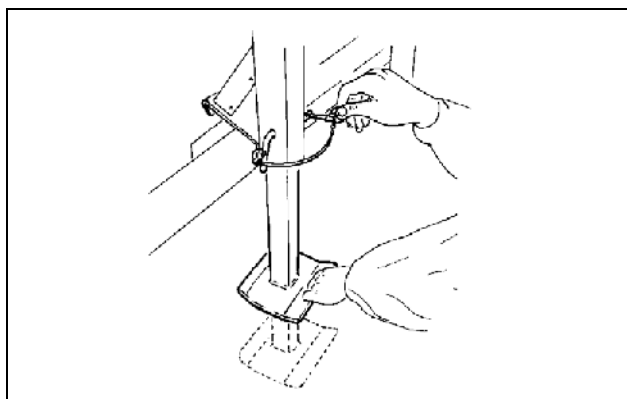

Fig. 48
**FPS**-støttefod (Fig. 48) svinges ned forud for frakobling af front-såtanken.